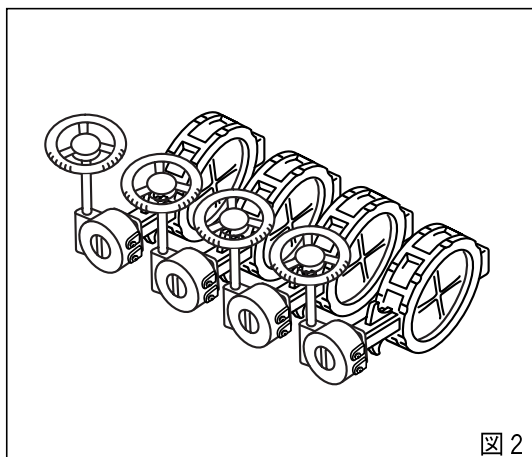

図 2
- 開梱保管：開梱された状態で保管される場合は、本体および駆動部に無理な力がかからない状態で保管ください。また、必ずシートをかけ、ホコリなどを防いでください。（図2）